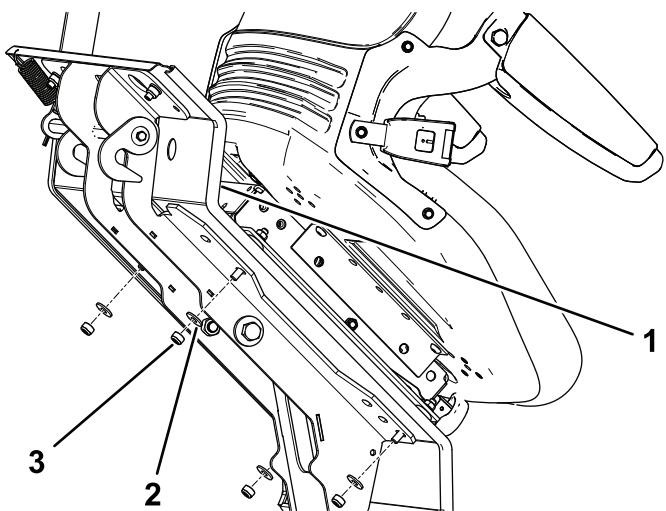

Figure 5
2. Soutenez le siège et retirez les 4 rondelles (8 mm) et les 4 contre-écrous (8 mm) qui fixent le siège sur sa plate-forme (Figure 5).